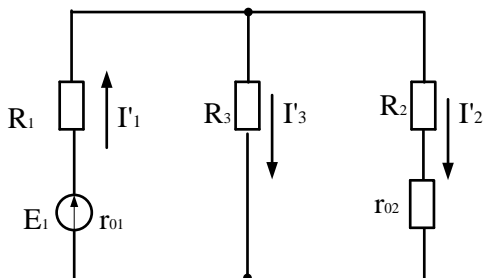

Рис.2
2. Предположим, что в цепи действует только E_1 (**рисунок2**). Укажем на этой схеме направление частичных токов, создаваемых источником E_1 (токи обозначим с одним штрихом I'_1 ; I'_2 ; I'_3). Это направление не произвольное, а следует из схемы (также, как в схеме со смешанным соединением резисторов).